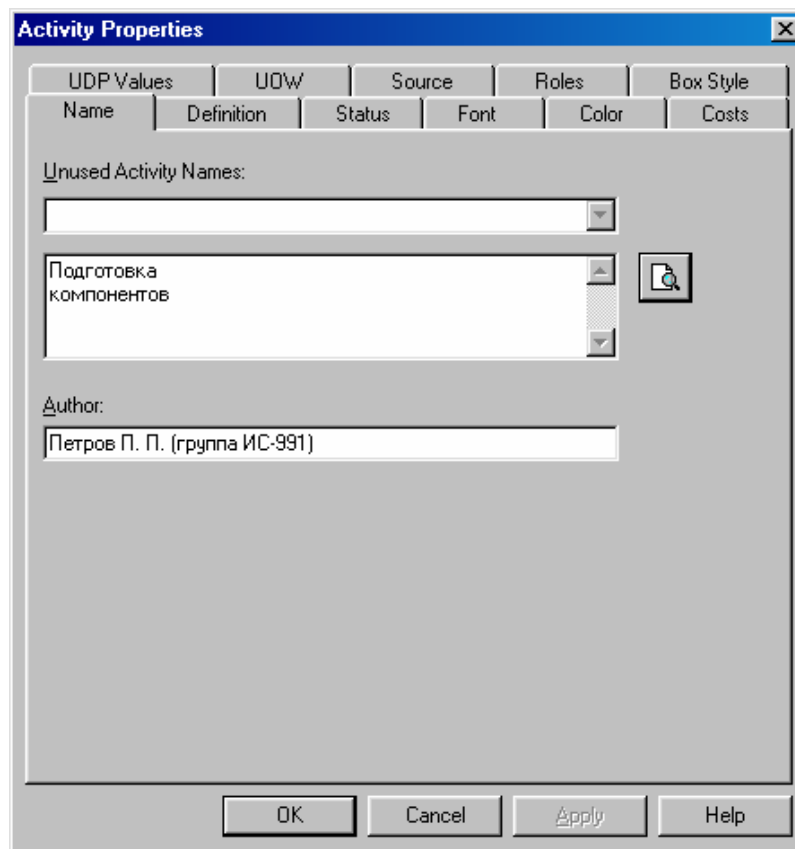

Рисунок 8.4 – Диалоговое окно *Activity Properties* (Свойства работ)
3. Правой кнопкой мыши щелкните по работе с номером 1, выберите в контекстном меню *Name* и внесите имя работы "Подготовка компонентов" (рисунок 8.4).